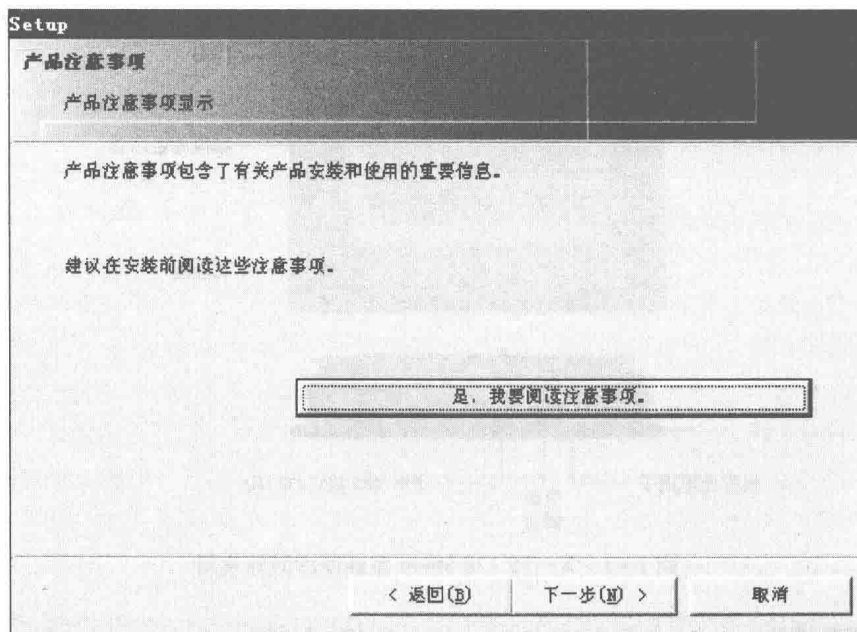
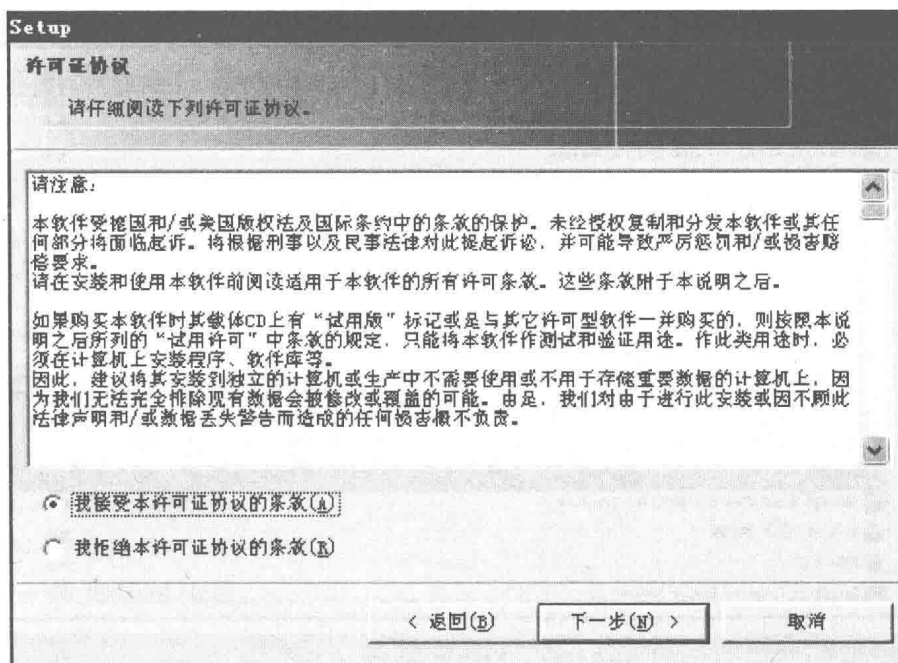
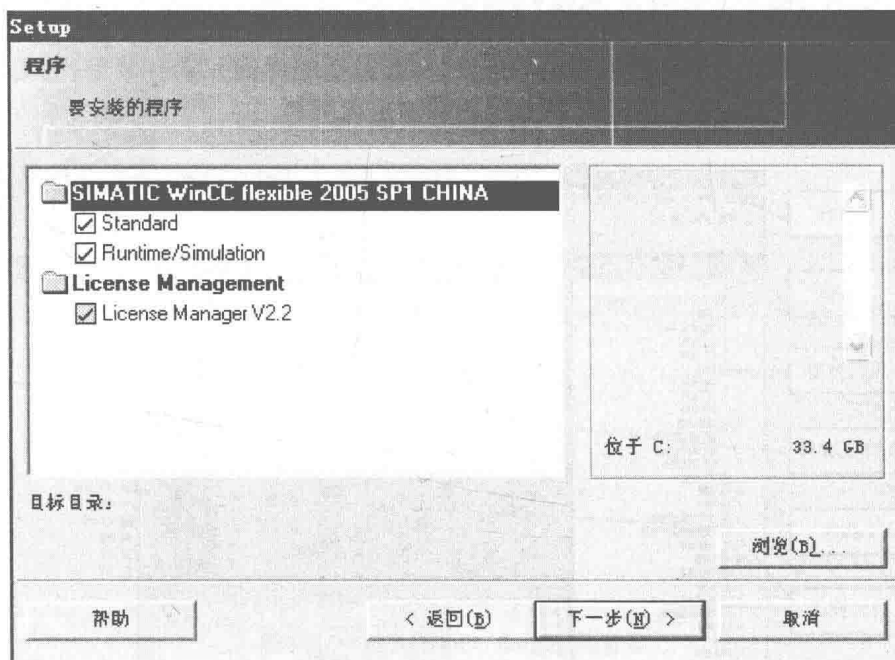

图 1-3 产品注意事项对话框
图 1-4 许可证协议对话框
图 1-5 选择所需要的组件对话框
① 将中文版本 WinCC flexible 的光盘插入光盘驱动器,进入 wincc\_flexible\cd\_1 文件夹,双击如图 1-2 所示的 Setup.exe 图标,打开如图 1-3 所示产品注意事项对话框。
② 在如图 1-3 所示中,单击“下一步”按钮,进入如图 1-4 所示的许可证协议对话框。
③ 在如图 1-4 所示中,单击“下一步”按钮,进入如图 1-5 所示的对话框,选择所需要的组件。单击“下一步”按钮,系统会自动进行安装。